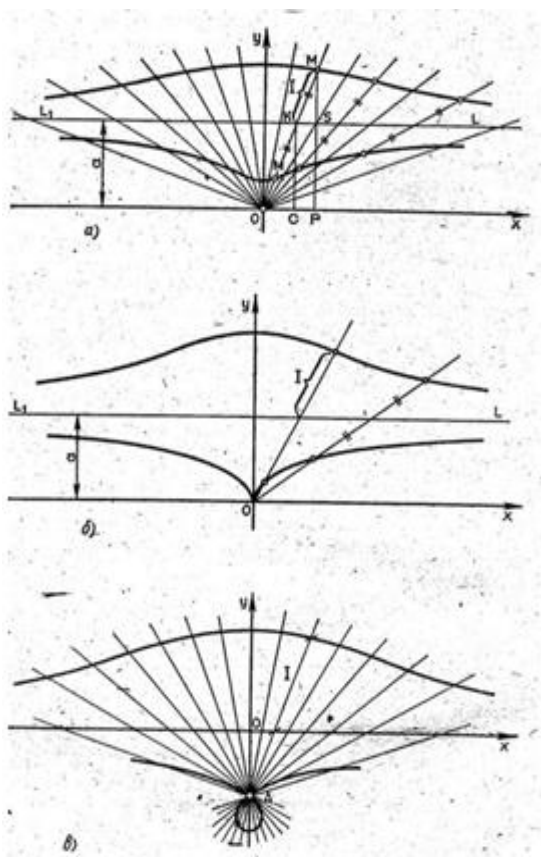
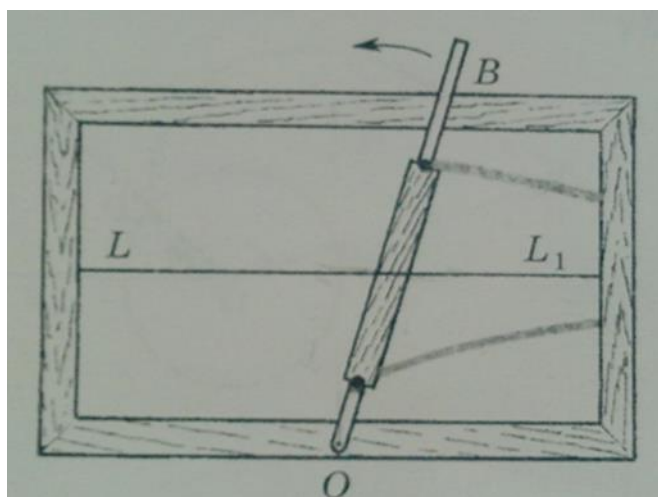

Рис. 2. Конхоиды Никомеда
Рис. 3. Конхоидограф
**Конхоида Никомеда.** В III в. до н.э. древнегреческий математик Никомед придумал любопытную кривую. Рассказав об этой кривой, Прокл Диадох назвал ее Конхойдой (от греч. «конхе» – раковина). С помощью этой кривой Никомед разделил острый угол на три равные части (рис. 2). Для построения конхоиды Никомед сконструировал прибор конхоидограф (рис. 3). Конхоидограф представляет собой рамку с натянутой в ней проволокой (LL1) и рейкой (OB), закрепленной с одной стороны, по которой перемещается втулка с закрепленными карандашами. Втулка также ходит по проволоке (LL1) [2, 3].